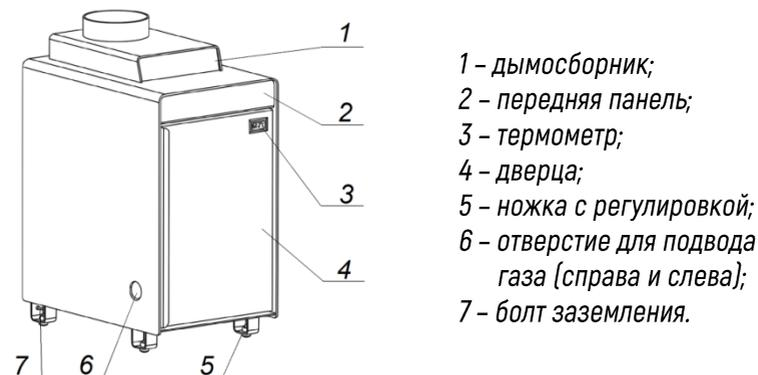
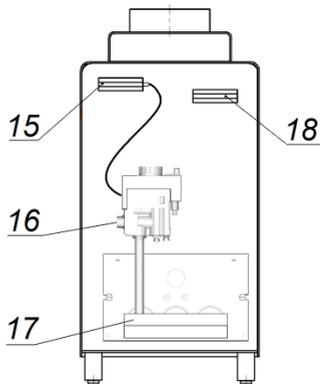

Рисунок 1. Внешний вид котла.
Рисунок 3. Вид котла спереди, без дверцы и передней панели.
5.3. В верхней части котла находится дымосборник (поз.1, рис.1) с газоотводящим патрубком для удаления продуктов сгорания из топки.
5.4. Газовые котлы «Каракан» комплектуются газогорелочными устройствами (поз. 15, рис.3) с автоматическим регулятором (см. комплект поставки). Крепление термодатчика горелки (в виде скобы, поз. 14, рис.3) находится под передней панелью котла (поз. 2, рис.1).
**5.13.** Место крепления заземления находится на ножке котла (поз.7, рис.1).